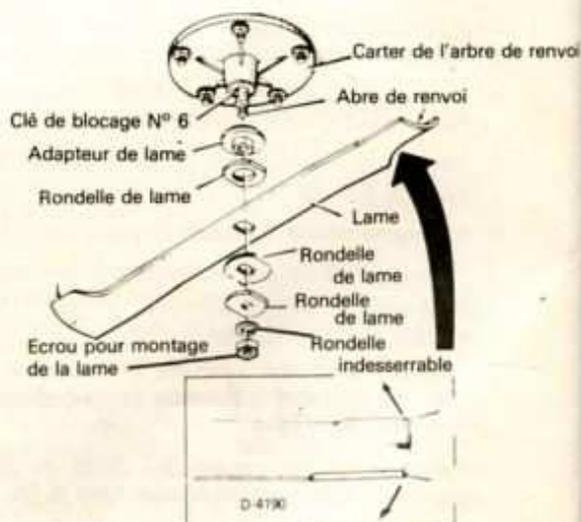

Figure 31
- Remarquer le mot UP (HAUT) frappé sur la lame. Remettre la lame avec ce mot UP invisible. Ceci assurera que la lame est montée le bord non-affûté vers le haut, comme le montre la figure 31.